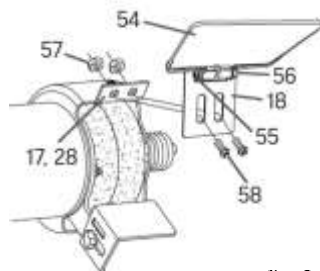

fig. 2
6. Fixez les écrans protecteurs (n° 54) aux pare-étincelles (n° 18) au moyen des vis (n° 55) et des écrous (n° 56) (fig. 2).
7. Assemblez les pare-étincelles aux protège-meules (n° 17, 28) au moyen des vis (n° 58) et des écrous (n° 57) en s'assurant de les laisser légèrement lâches (fig. 2).